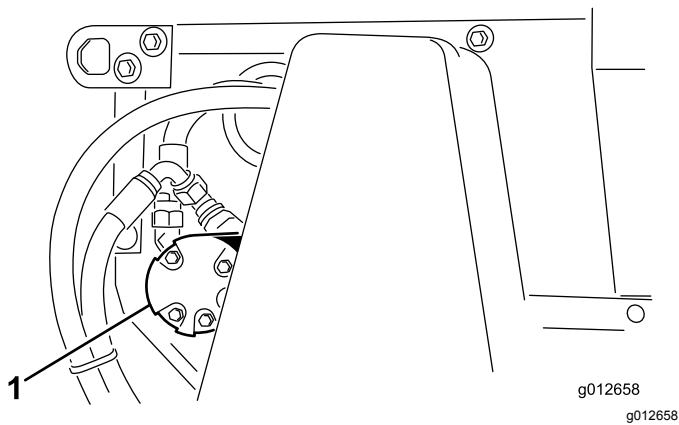

図 41
2. ブラシモータ 図 41 を機体左側に固定しているナットをゆるめる。